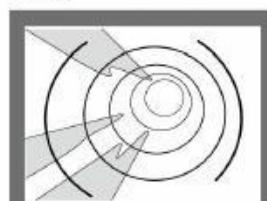

図 18
- モニタの画面を見ながらカメラヘッドを送っていき、内部を観察してください。(図 18)